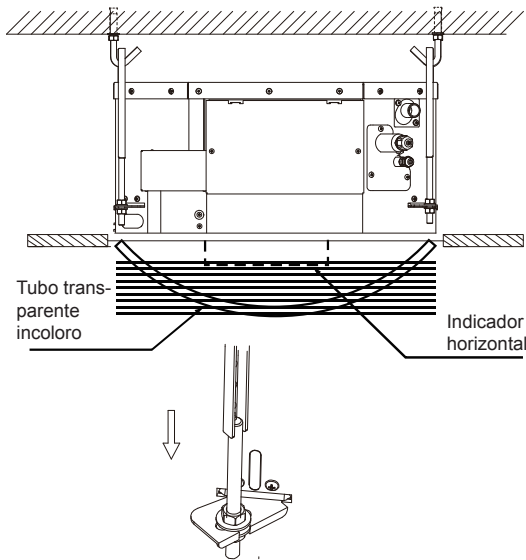

Imagen 3.9
- Use ganchos de montaje ajustables para asegurarse de que el cuerpo de la unidad esté nivelado; de lo contrario, podría provocar fugas de agua. Nivele la unidad usando un nivel de burbuja o un tubo de polietileno lleno de agua. Consulte la Imagen 3.9.